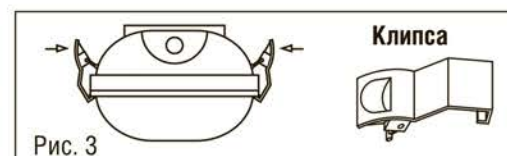

Рис. 3
- Установить светодиодные лампы T8 (в комплект не входят) в ламподержатели. Закрепить рассеиватель клипсами, как показано на Рис. 3.